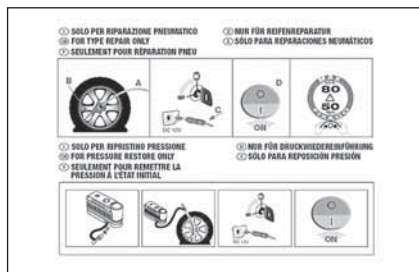

fig. 4
- ☐ pieghevole informativo **fig. 4**, utilizzato per un pronto uso corretto del kit di riparazione rapida e successivamente consegnato al personale che dovrà maneggiare il pneumatico trattato;